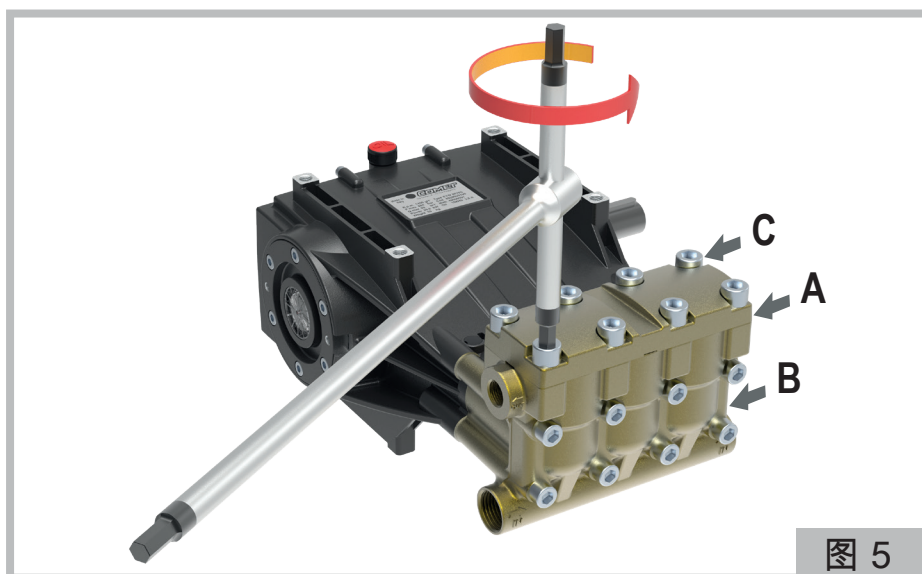

图 5
- a) 用12 mm的内六角扳手松开8个螺丝C (详见图5)，然后从机头 (B) 拆下阀盖 (A)。